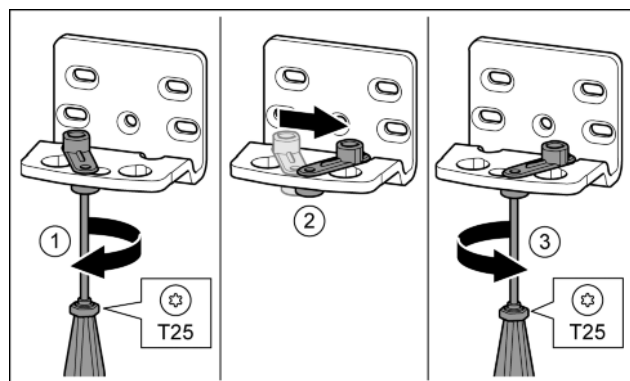

Fig. 15\*
- Visser la vis sans serrer avec un tournevis T25. Fig. 15 (1)\*
- Soulever le ressort de fermeture et le tourner de 90° à droite dans l'alésage. Fig. 15 (2)\*
- Serrer la vis avec un tournevis T25. Fig. 15 (3)\*